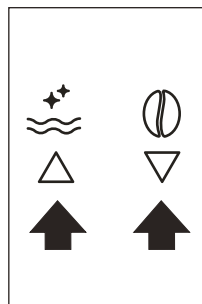
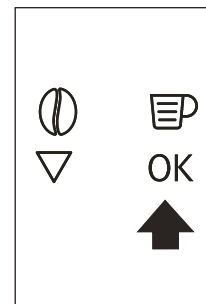

Fig. 9
Fig. 10
- Utilice los iconos $\triangle$ ∇ (B7 y B8) para seleccionar el idioma deseado (Fig.9). Cuando aparezca el mensaje "PRESS OK TO CHOOSE ENGLISH" (pulse ok para seleccionar el inglés), pulse el icono OK (B9) (Fig. 10) durante 3 segundos hasta que aparezca el mensaje "ENGLISH INSTALLED" (inglés instalado). Si configura un idioma incorrecto, siga las instrucciones en la sección "Configurar idioma". Si su idioma no está disponible, seleccione uno de los idiomas mostrados. Las instrucciones hacen referencia a la versión en inglés. Después, siga las instrucciones visualizadas.
- Pulse la tecla táctil  (B9) (Fig. 10) al cabo de varios segundos, sale un poco de agua del surtidor.